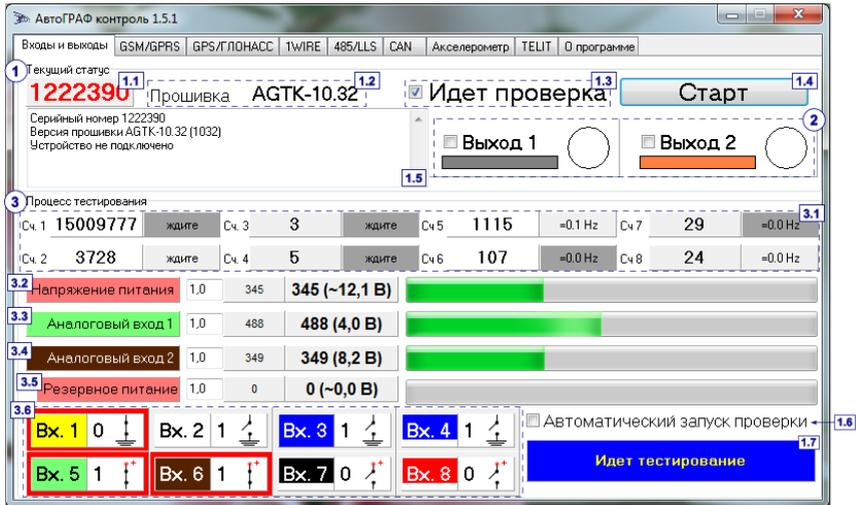

Рис.1 – Вкладка «Входы и выходы».
- Запустите проверку, нажав кнопку **Старт** (рис.1, п.1.4).
Выход терминала будет реагировать на переключения выхода в программе, только если запущен процесс проверки (см. рис.1, п.1.7). Если проверка остановлена то, при переключении выхода в программе выход терминала переключаться не будет.
- Подключите терминал к ПК и запустите проверку (кнопка **Старт**, рис.1,п.1.4).